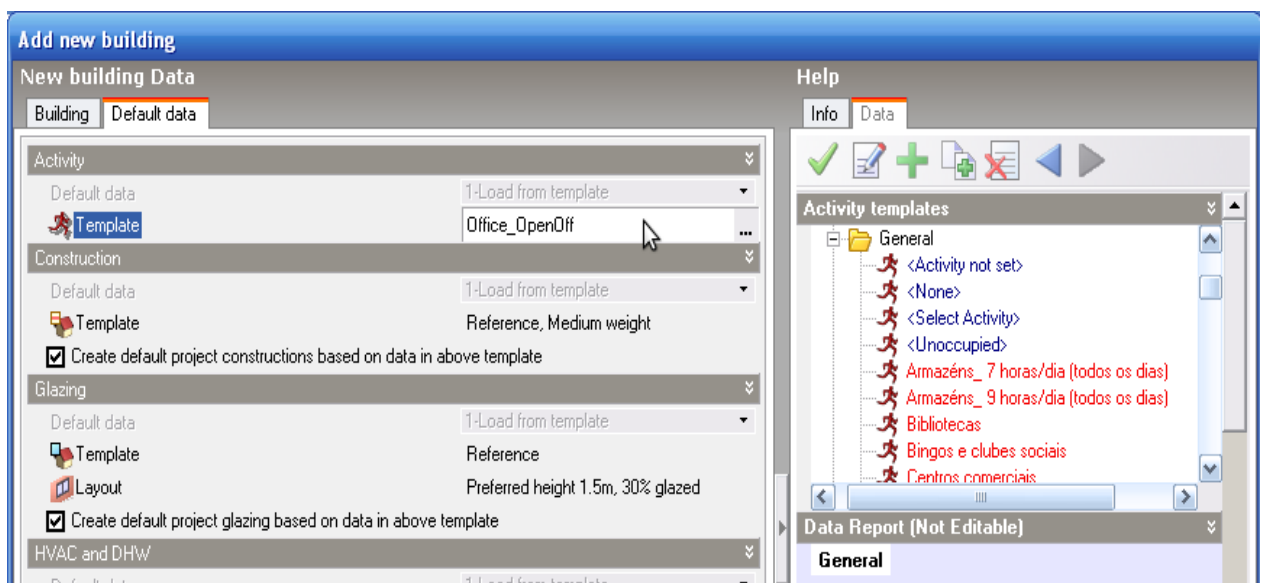

Figura 5 – Escolha do Activity Template usado por defeito no novo edifício.
- Na aba **Default data** na secção **Activity** escolha o **Template** usado por defeito no edifício, clicando em Office_OpenOff e escolhendo a tipologia ou espaço complementar desejado, na coluna do lado direito, clique duas vezes para escolher (ver Figura 5). Clique OK para fechar esta janela.